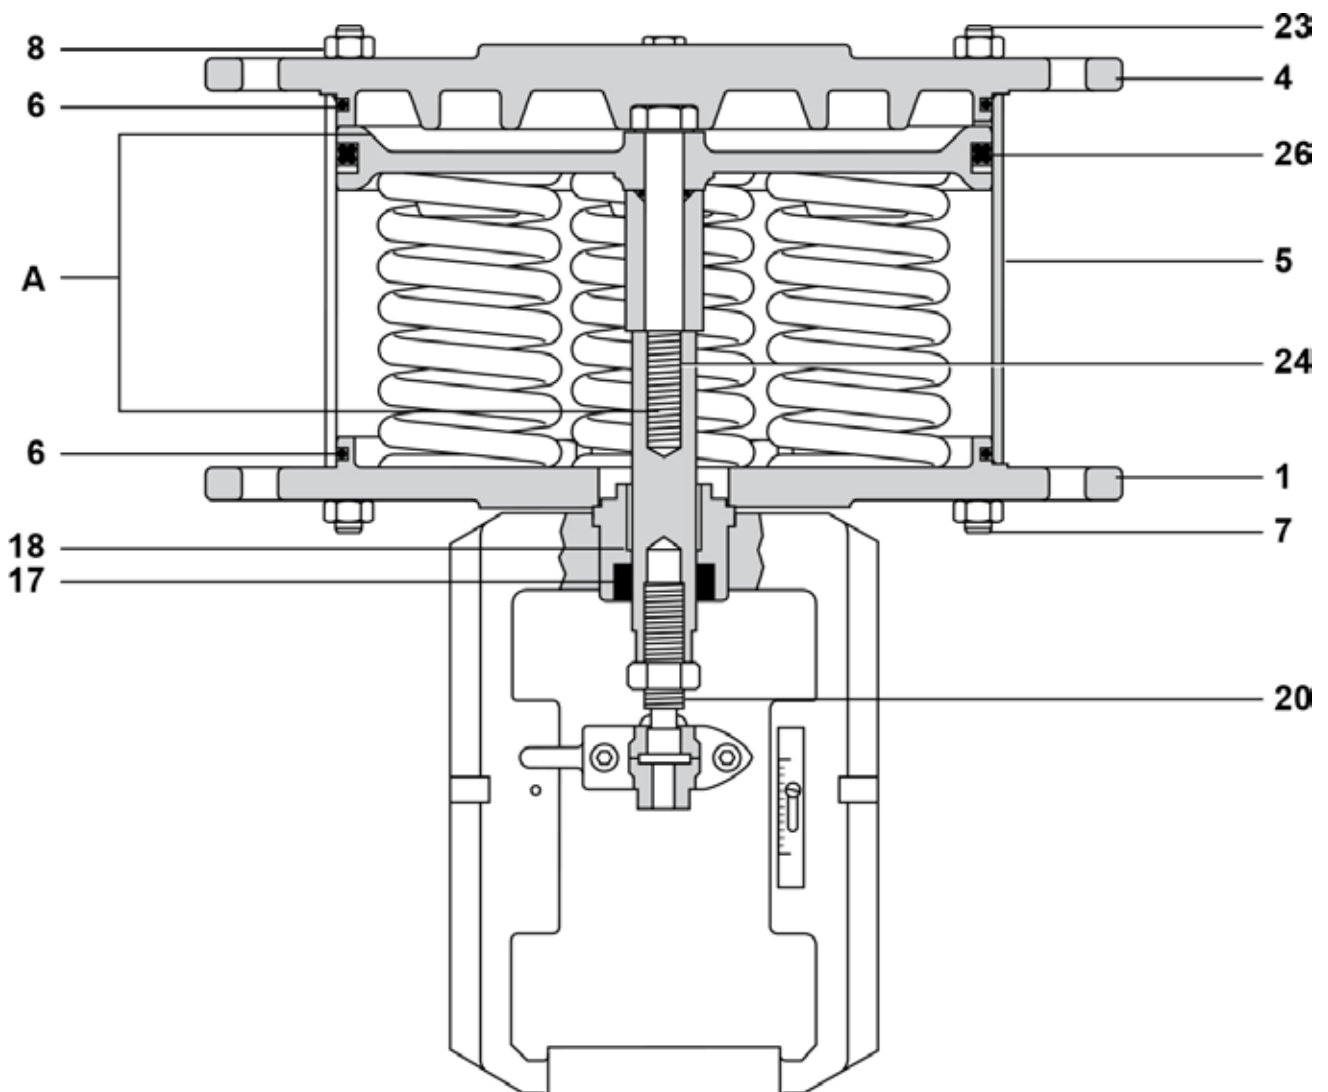

Fig. 9 - TN2000R
- Dévisser et retirer le connecteur (20), voir Figure 9.
- En fonction de la taille de l'actionneur dévisser et enlever les 3 ou 4 tiges filetées (7).
- Dévisser et ôter les longs écrous restants (23), voir nota ci-dessous.
- Retirer le chapeau supérieur du cylindre (4).
- Retirer le cylindre (5).